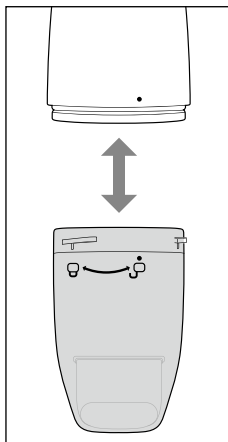

Fig. 7
2. Retirez le bac à poussière ❸ de l'appareil de manière à ce qu'il pointe vers le bas (voir fig. 7).